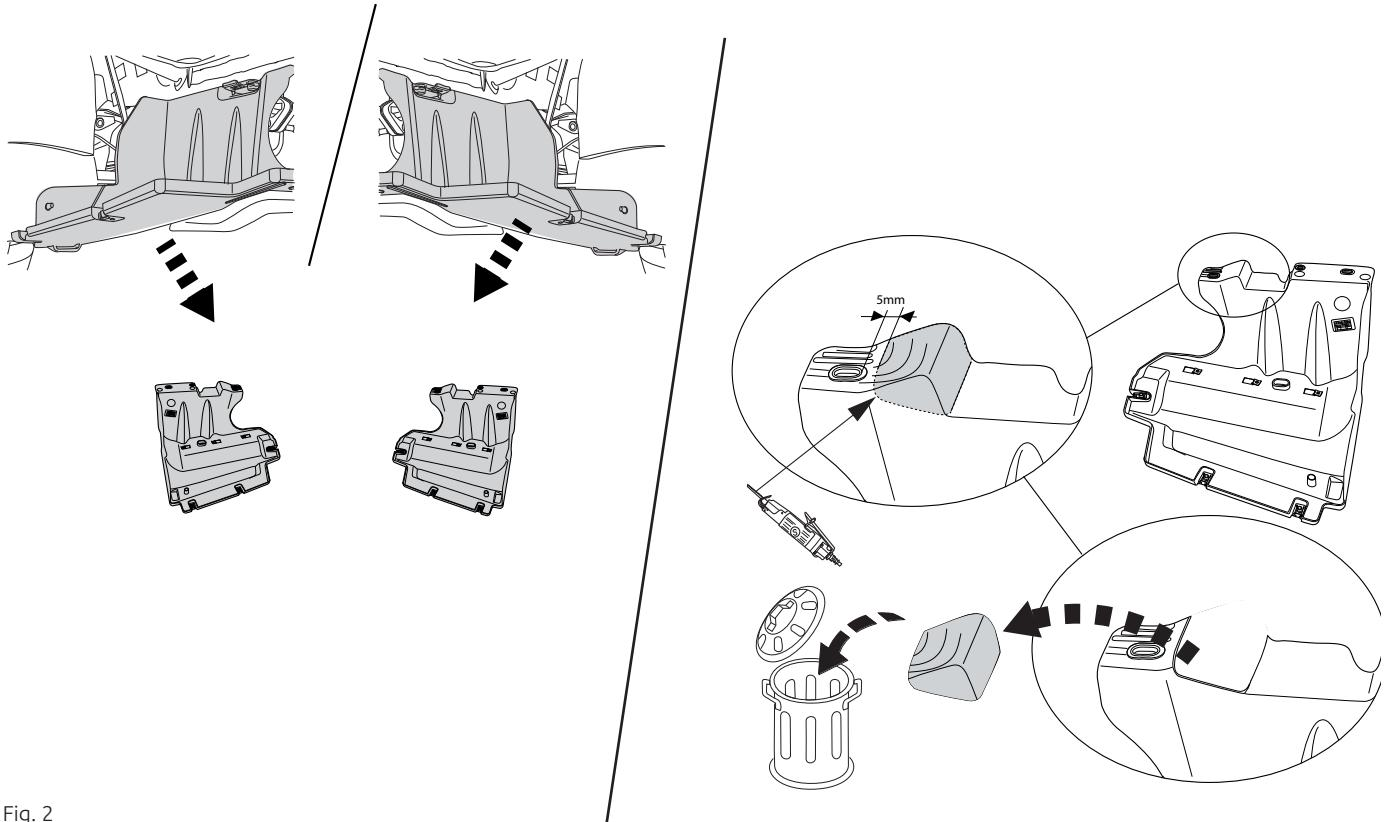

Fig. 2
2. Снять пластмассовые защитные колпаки. Выпилить обозначенные части, как указано на рис. 2.